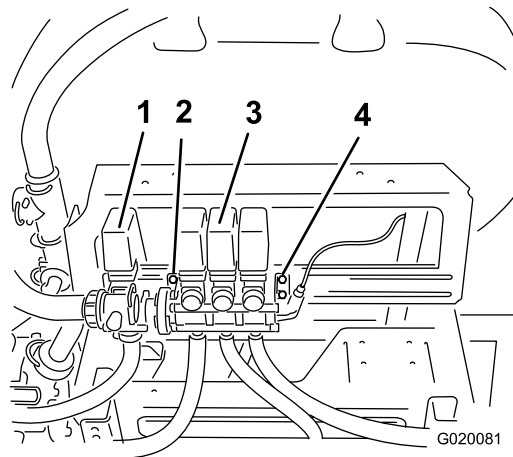
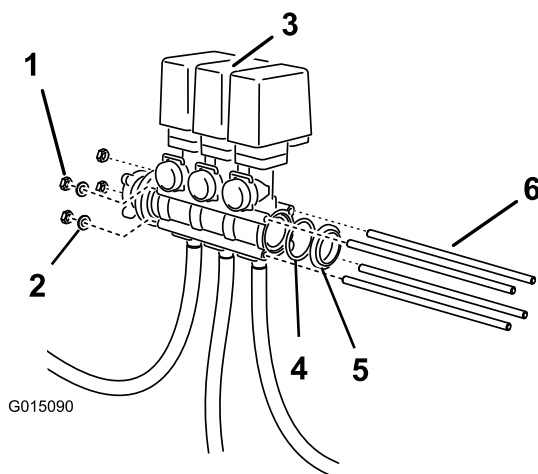

Figura 4
Figura 6
- Aflove, pero no retire, los pernos que sujetan el conjunto de las válvulas de los brazos al soporte de montaje derecho (Figura 4).
8. Introduzca las varillas roscadas por los taladros de los cuerpos de las válvulas de desvío de los brazos, y en el caso de las 2 varillas más próximas al raíl de montaje, por el soporte de montaje izquierdo (Figura 4 y Figura 6).